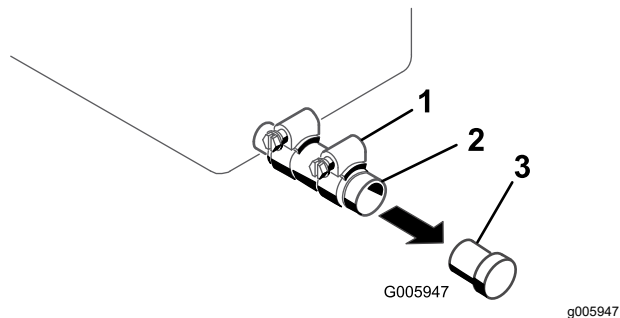

Рисунок 29
4. Поместите сливной поддон под трубку слива масла (Рисунок 29).
5. Отпустите зажим и снимите пробку (Рисунок 29).